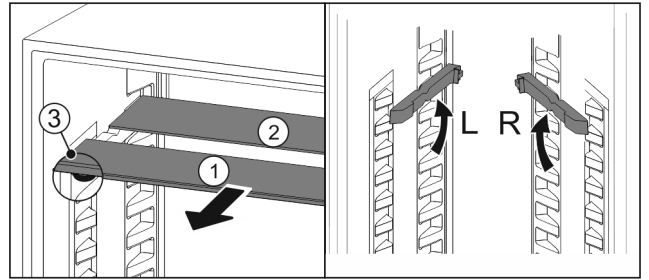

Fig. 58
- ▶ Tërhiqni një nga një pllakat e xhamit nga përpara Fig. 58 (1).
- ▷ Pllaka e xhamit Fig. 58 (1) me kornizën ndodhet përpara.
- ▷ Ndaluesit Fig. 58 (3) janë të drejtuar për poshtë.